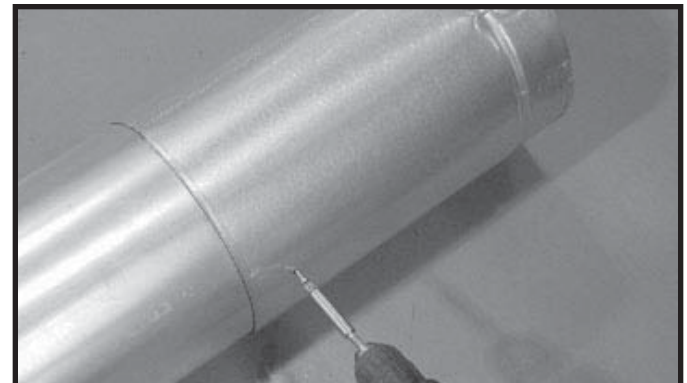

Figura 10.7 Aseguramiento de la sección ajustable
- Use los hoyos guía de la sección ajustable para unir la sección de conducto fijo y la sección ajustable. Use dos tornillos que no sobrepasen 1,3 cm de largo. Consulte la Figura 10.7.